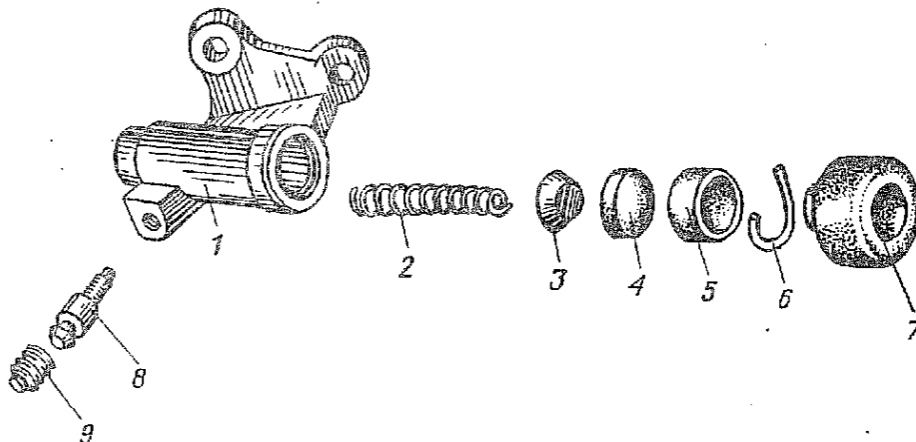

Рис. 130. Цилиндр привода выключения сцепления:
1.1. Снять колпачок 9 (рис. 130) клапана и вывернуть из цилиндра 1 клапан 8 (ключ 8).
3.2. Установить в цилиндр 1 (рис. 130) последовательно пружину 2, распорный грибок 3, манжету 4, поршень 5, стопорное кольцо 6, защитный колпак 7 (щипцы для стопорных колец).